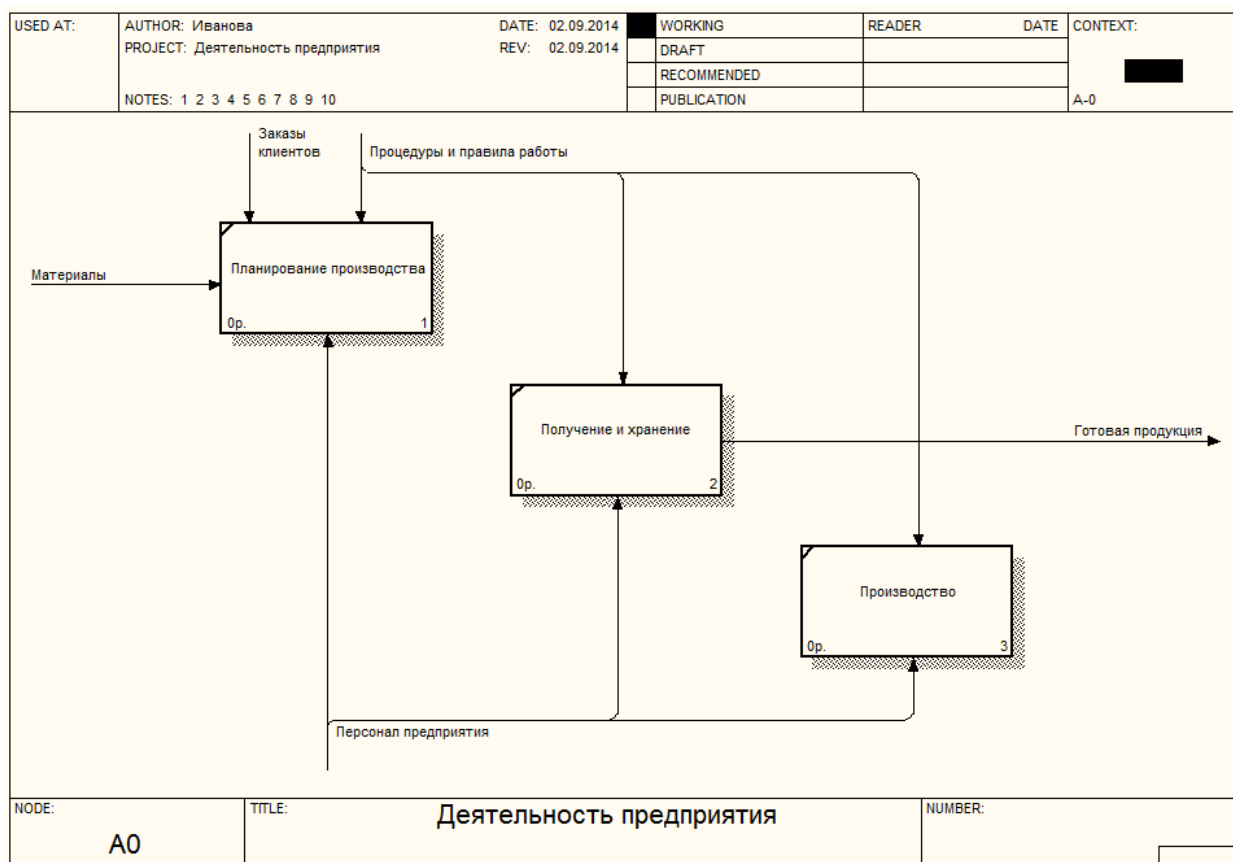

Рис. 21. Результат построения стрелок разветвления
7. Постройте разветвления стрелок *Процедуры и правила работы* и *Персонал предприятия* в соответствии с рис. 21. Для этого перейдите в режим редактирования стрелок, а затем щелкайте по существующей стрелке и необходимой работе.